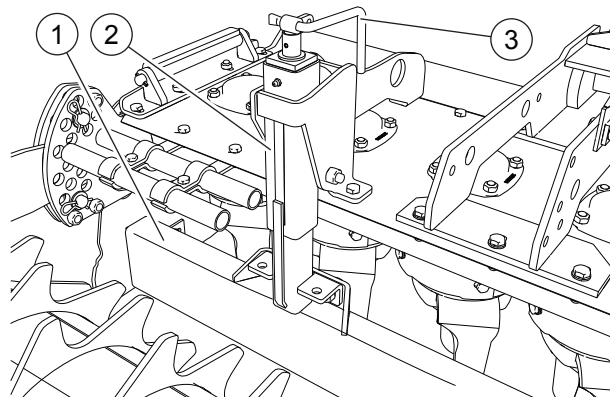

FIG. 35
Pour niveler et émietter encore mieux le sol, la herse est dotée d'une barre de niveleuse (1, "Fig. 35") placée à l'arrière des dents et réglable en hauteur à l'aide de vis à manivelle (2, "Fig. 35"). Il est conseillé de commencer le travail avec la barre niveleuse en position haute. Régler la position de la barre en tournant la manivelle (3) jusqu'à obtenir la position désirée.